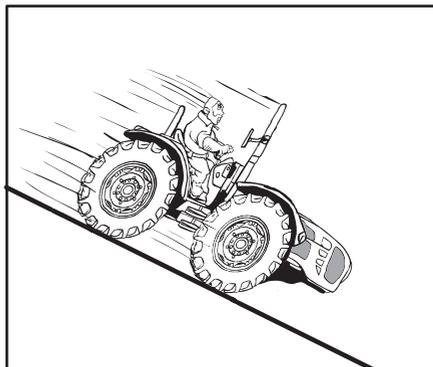

Fig. 2.23
- Enclenchez une petite vitesse avant d'amorcer une montée ou une descente (Fig. 2.23).